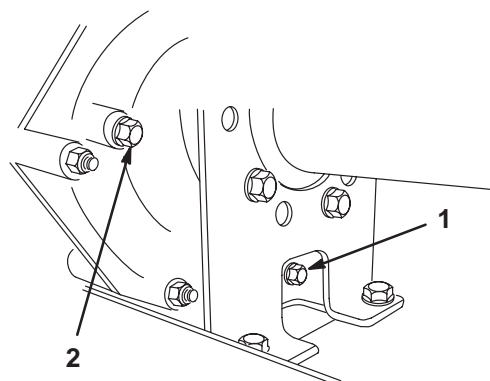
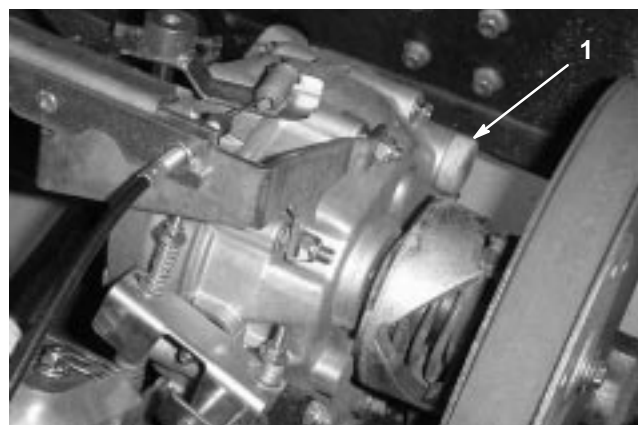

Figure 32
Figure 33
2. Enlevez le bouchon de vidange sur le côté droit du réservoir (Fig. 32) et laissez l'huile s'écouler dans un bac de vidange. Revissez le bouchon de vidange en place lorsque toute l'huile s'est écoulée.
3. Versez environ 1,4 l d'huile moteur SAE 10W30 dans le réservoir (Fig. 33) ou faites l'appoint jusqu'à ce que le niveau atteigne le bas du trou d'indication de niveau (Fig. 32).